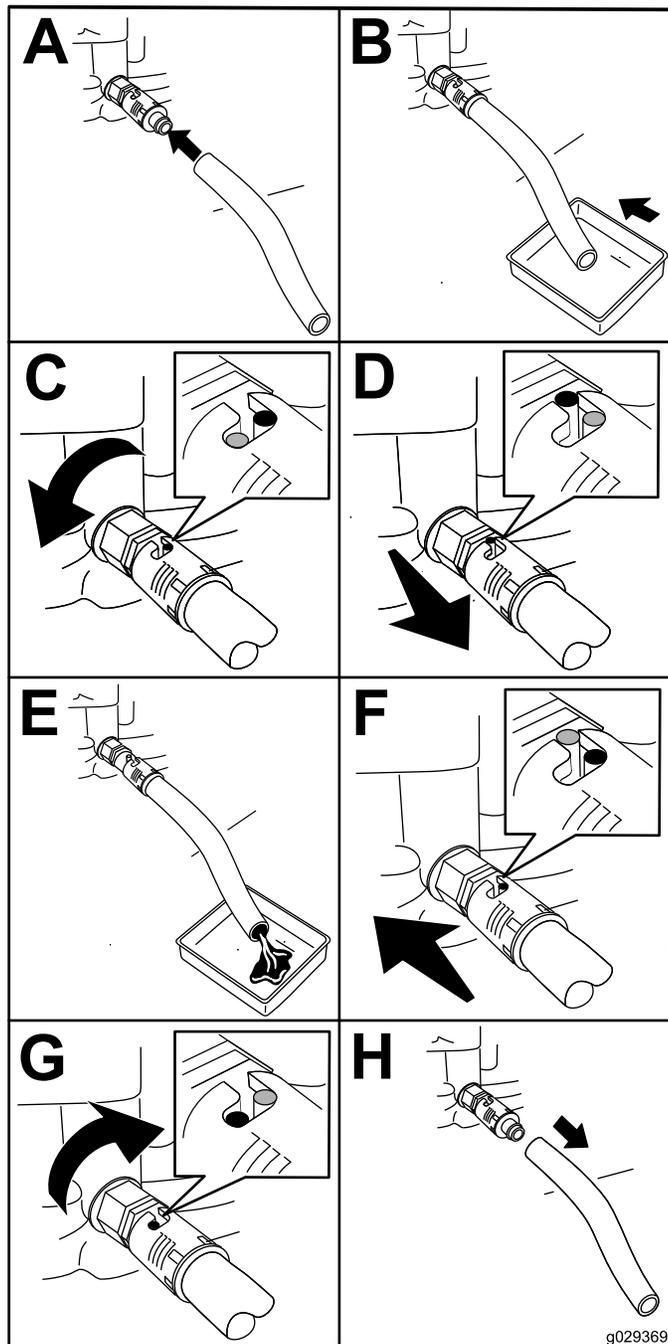

Рисунок 22
2. Слейте масло из двигателя (Рисунок 22).